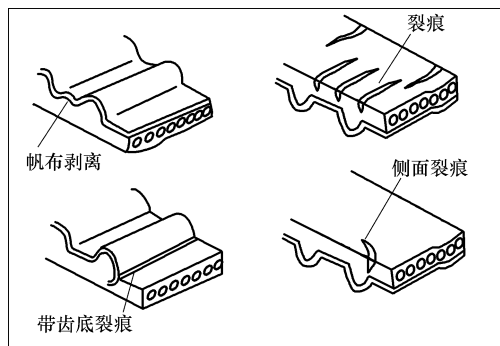

图 2-22 带有裂痕或剥痕
② 如图 2-22 所示，背面橡胶有裂痕，帆布有裂痕、剥痕，齿底部有裂痕，带侧面有裂痕。